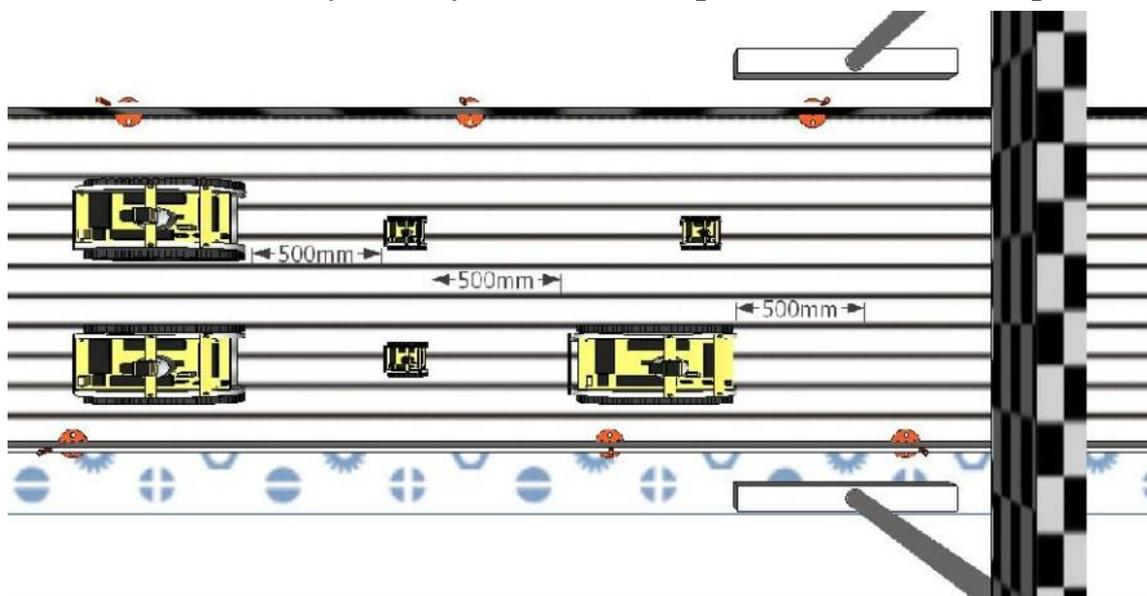

Рис.4. Схема размещения роботов в зоне старта.
4.4. Схема размещения роботов в зоне старта показана на Рис.4. Робот с лучшим временем занимает поул-позицию (позиция на старте возле борта, соответствующего ближайшему повороту). За поул-позицией